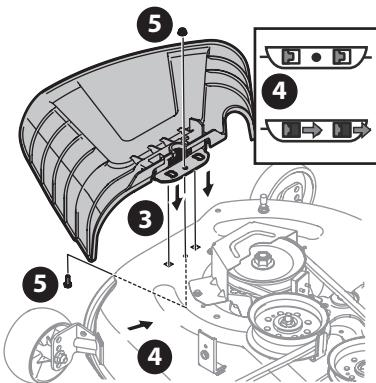

Figura 10
3. Ubique el deflector del canal en la plataforma, asegúrese de insertar las lengüetas de dicho deflector en los orificios de la plataforma (Figura 10).
4. Deslice el deflector del canal hacia la parte posterior del tractor hasta que el orificio del perno que está en el deflector del canal quede alineado con el orificio de la plataforma (Figura 10).